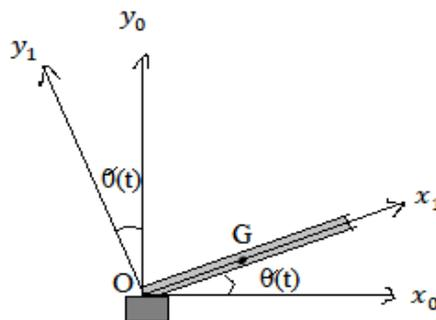

Figure V.3
$R_0(O, \overrightarrow{x}_0, \overrightarrow{y}_0, \overrightarrow{z}_0)$ est le repère fixe lié au bâti et $R_1(O, \overrightarrow{x}_1, \overrightarrow{y}_1, \overrightarrow{z}_1)$ est un repère lié à (S) ou $\overrightarrow{z}_0 \equiv \overrightarrow{z}_1$ (axes confondus) (Figure V.3).